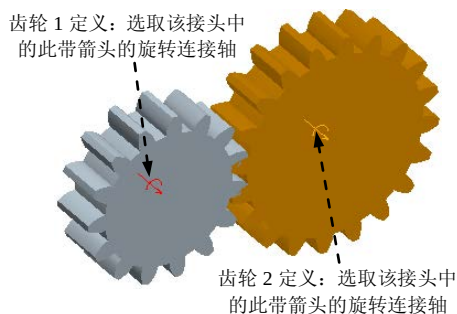

图 9.6.15 齿轮副设置
(1) 输入齿轮副名称：在该对话框中的名称文本框中输入齿轮副名称，或采用系统的默认名（本例采用系统默认名）。
(2) 定义齿轮 1: 在图 9.6.15 所示的模型上, 选取连接轴 Connection_1c.axis_1。
(1) 定义齿轮 2: 在图 9.6.15 所示的模型上, 选取连接轴 Connection_2c.axis_1。
(1) 输入伺服电动机名称: 在该对话框中的名字文本框中输入伺服电动机名称, 或采用系统的默认名。
(2) 选择运动轴: 在图 9.6.15 所示的模型上, 选取连接轴 Connection_1c.axis_1。